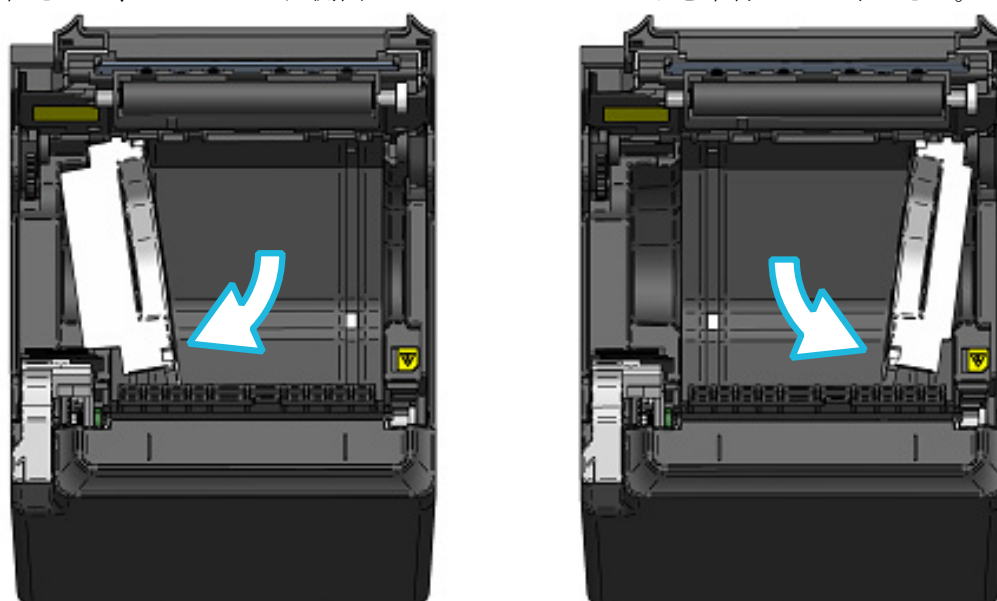

図 14-2 パーテションプレートの取り付け (2)
- ④ パーテションプレートL、パーテションプレートRを、図 14-2のようにペーパーホルダの中で矢印方向に回転させて、ペーパーホルダ側面とパーテションプレートを平行にしてください。